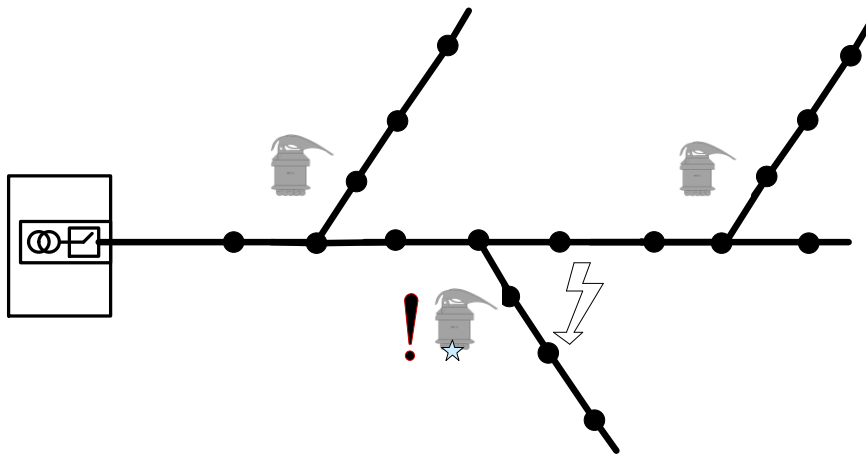

Рисунок 14 – Установка комплектов на линии с коротким стволом
- 2) на линии с коротким стволом и длинными ответвлениями комплекты устанавливаются на ответвлениях вблизи мест разветвления, на ближайших к месту разветвления промежуточных опорах (Рисунок 14);